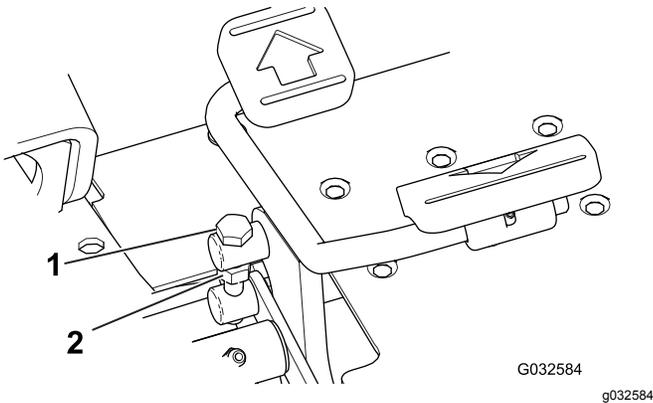

Figure 44
1. Desserrez l'écrou de blocage sur le boulon de tourillon sur le côté de la pédale de déplacement (Figure 44).